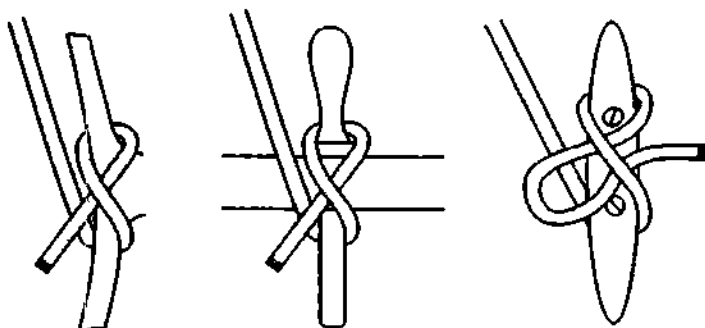

Рис. 581. Крепление снастей бегущего такелажа на парусном судне. Для наглядности показана только одна «восьмёрка».
**Самозатягивающийся полуштык** с «восьмёрками» выдерживает очень сильную нагрузку – трос может порваться, но узел никогда не развяжется (рис. 581). Если подобным образом связать узел с большим количеством «восьмёрок», прочность узла увеличится в арифметической прогрессии. Полуштыки прекрасно гасят переменную нагрузку, и узел уже не боится даже изменение направления тяги. Такими узлами, моряки надёжно крепят трос к кнехту, утке, кофельнагельной планке на более длительное время.